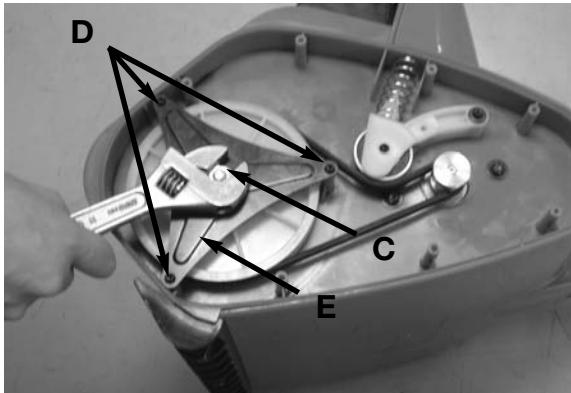

Fig. 8
2. Enlevez l'écrou de verrouillage du panneau (C) et enlevez les 3 vis (D) du capot de la courroie (E) à l'aide d'un tournevis à bout en étoile #T20 ou à bout plat. (Fig. 8)
4. Enroulez la nouvelle courroie autour de la poulie entraînée et de la poulie d'entraînement (Fig. 8). Tirez sur le tensionneur de courroie (bras inerte) pour l'éloigner de la poulie d'entraînement et installer la courroie autour de la poulie d'entraînement. Enroulez la nouvelle courroie autour de la poulie entraînée et de la poulie d'entraînement (Fig. 8). Tirez sur le tensionneur de courroie (bras inerte) pour l'éloigner de la poulie d'entraînement et installer la courroie autour de la poulie d'entraînement.